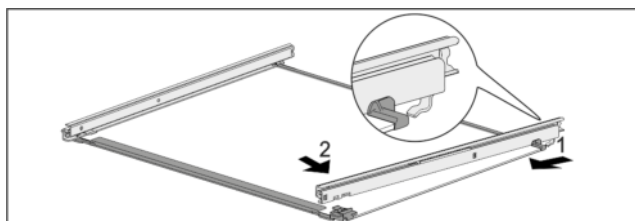

Fig. 105 Glasplatte mit Schienen
- Schiene hinten einhängen. *Fig. 105 (1)*
- Schiene vorne einrasten. *Fig. 105 (2)*